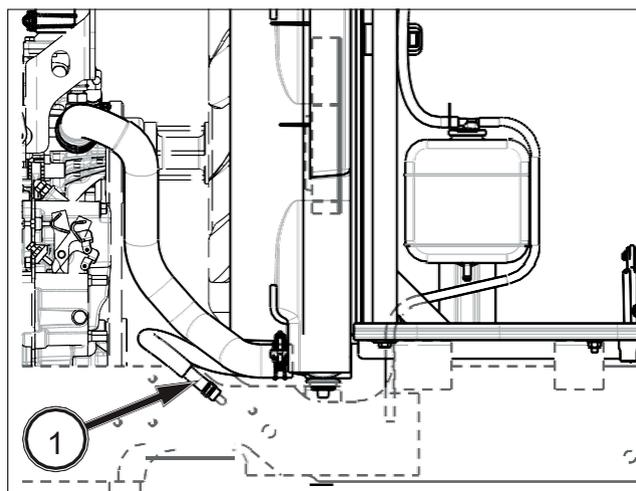

FIG. 106
FIG. 106 y 107: Retire el tubo de vaciado (1) situada a la derecha del motor para vaciar el líquido de refrigeración. Retire el tapón del radiador (2) para facilitar que el líquido de refrigeración salga. Retire el vaso de expansión (3) para vaciarlo.